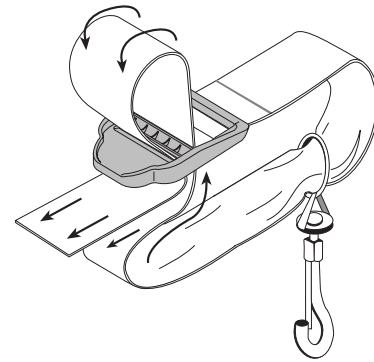

Fig. 6
2. Pase la correa sobre la barra transversal y hacia abajo a través de la ranura de la hebilla (Fig. 6).